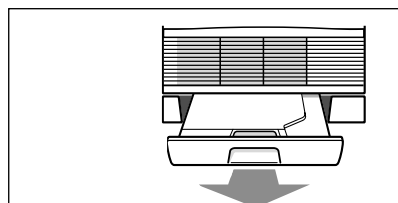

Fig. 08
– Pour le vider, dégagez-le de son logement en le tirant vers vous (Fig. 08).